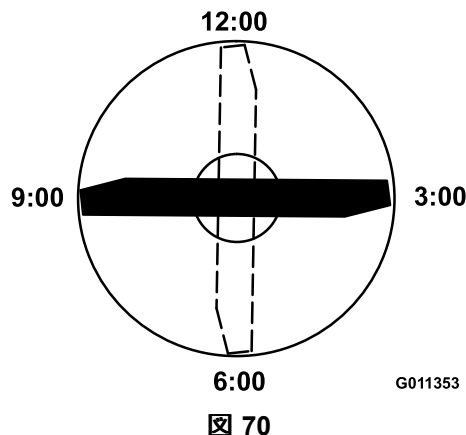

図 70
3. ブレードの印の付いているほうの端部を12時の位置車両進行方向に向け、作業台の表面からブレードの切っ先までの高さを測定する 図 70。
4. 印の付いている端部を3時の位置と9時の位置に向けてそれぞれ高さを測定する 図 70。